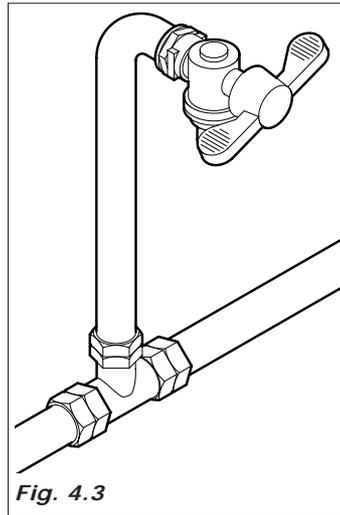

Fig. 4.3
- instalar, si no lo hay, un grifo de fácil acceso, aislar el aparato de la red hídrica en el caso que fuese necesario (Fig.4.3).